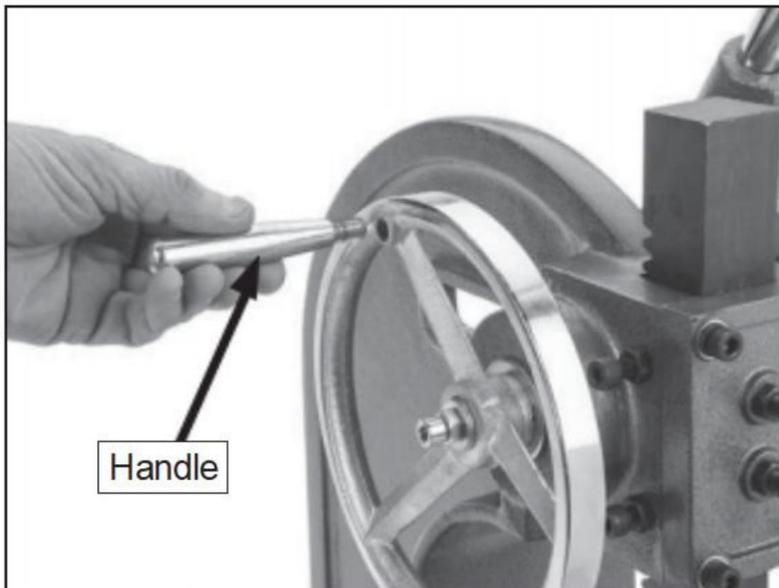

Figura 6. Fijación del mango al volante.
1. Conecte el mango del volante al volante (consulte la Figura 6).